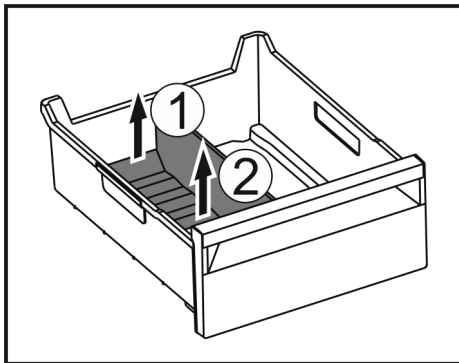

Fig. 54
- Hinteren Teil des Eisfach-Trenners anheben. Fig. 54 (1)
- Eisfach-Trenner nach oben entnehmen. Fig. 54 (2)